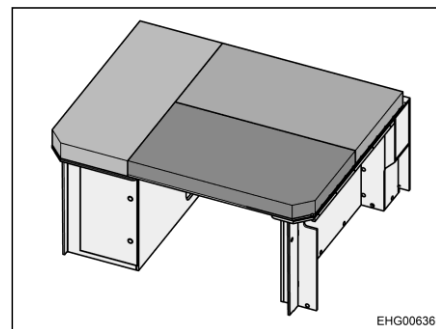

Fig. 49 Lit arrière (transformé en couchette)
- Répartir les coussins sur la couchette comme représenté à la Fig. 49.